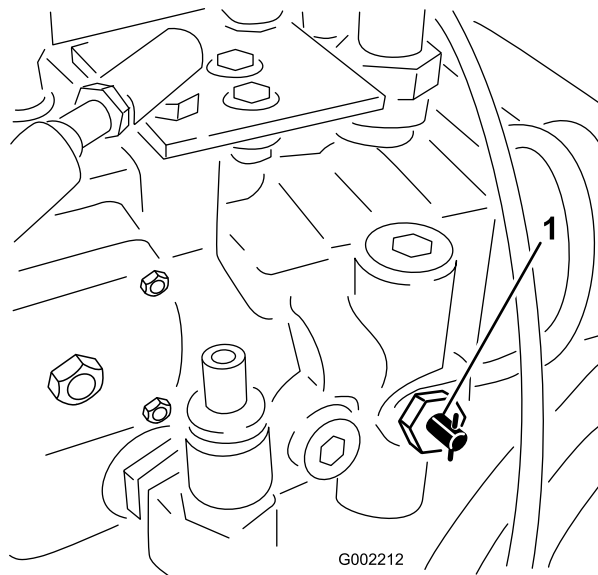

Figura 27
1. Gire la válvula de remolcado (Figura 27) 90 grados en cualquier sentido para abrirla.